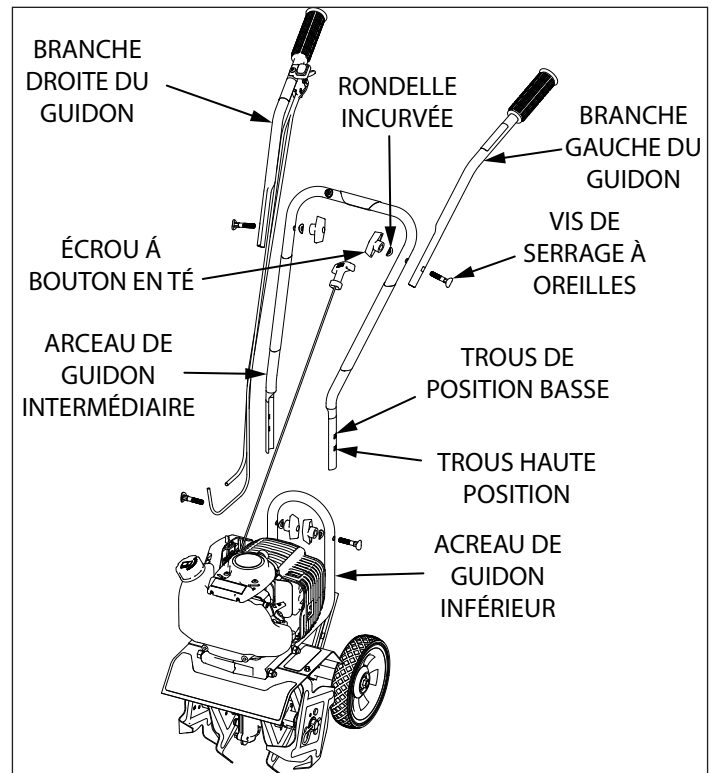

FIGURE 1
2. Avec deux écrous à bouton en té, deux vis de serrage à oreilles et deux rondelles incurvées, attacher l'arceau de guidon intermédiaire à l'arceau de guidon inférieur, qui est déjà raccordé à la motobineuse (**VOIR FIGURE 1**). S'assurer que le cordon de lanceur est au centre de l'arceau intermédiaire lors du montage. L'arceau de guidon intermédiaire peut être monté en position haute ou basse. **NE PAS** serrer excessivement les écrous à bouton en té.
3. Attacher les branches droite et gauche du guidon à l'arceau de guidon intermédiaire avec les deux écrous à bouton en té, vis à oreilles et rondelles incurvées restants (**VOIR FIGURE 1**). **NE PAS** serrer excessivement les écrous à bouton en té.